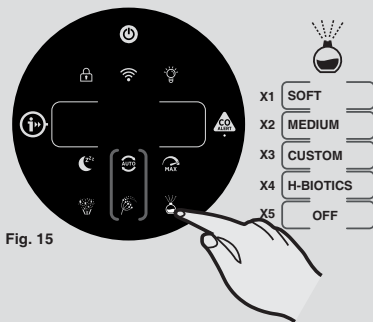

Fig. 15
**Diffuserfunksjon: [Fig. 15]**